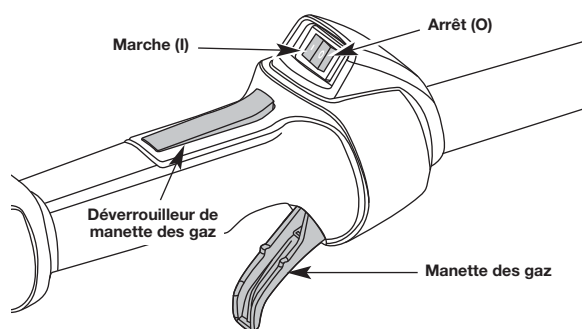

Fig. 19
REMARQUE : Il n'est pas nécessaire de faire démarrer la machine. La commande Arrêt/Marche est en position **Marche (I)** en permanence (Fig. 19).
2. Appuyez sur la commande Marche/Arrêt et maintenez-la en position **ARRÊT (O)** jusqu'à ce que le moteur s'arrête complètement (Fig. 19).